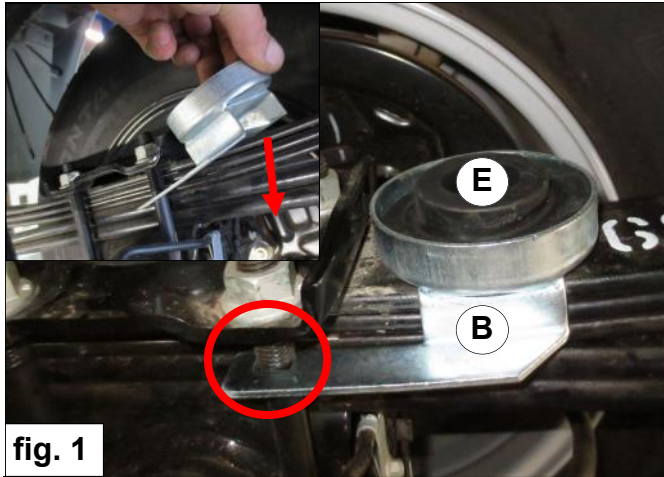

fig. 1
2. Place lower bracket **B** with a tilting movement on the leaf spring behind the rear axle. Note that the support **B** hooks correctly around the U-bolt. Place rubber spring seat **E** (VR9002001) into lower bracket **B**. See Figure 1.
2. Montieren Sie die untere Halterung **B** mit eine Kippbewegung an der Blattfeder hinter der Hinterachse. Beachten Sie, dass die Halterung **B** genau auf die U-Bolzen festklemmt. Setzen Sie die Gummifeder **E** (**VR9002001**) in die untere Halterung **B**. *Siehe Abbildung 1.*
2. Placez le support inférieur **B** avec un mouvement de basculement sur le ressort à lame derrière l'essieu arrière. Notez que le support **B** proprement accrochée à le boulon en U. Placez caoutchouc **E** (**VR9002001**) en le support inférieur **B**. Voir Figure 1.